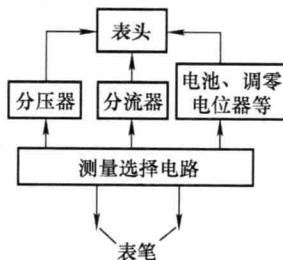

图 1-6 指针式万用表基本电路
指针式万用表的基本电路如图 1-6 所示，由五大部分组成：①表头及表头电路，用于指示测量结果；②分压器，主要用于测量交、直流电压；③分流器，主要用于测量直流电流；④电池、调零电位器等，用于测量电阻；⑤测量选择电路，用于选